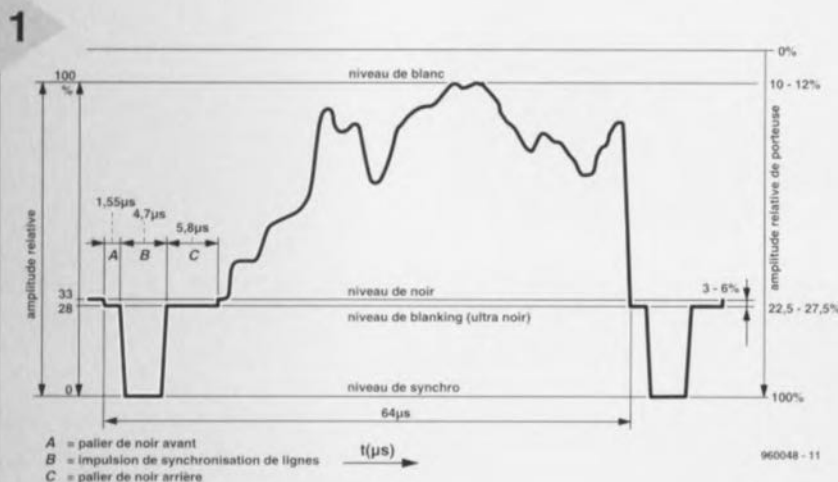

Figure 1. Évolution du signal vidéo le long d'une ligne de balayage. L'atténuateur se doit de transmettre intactes les impulsions de synchronisation (B).
Votre observation est correcte. Le convertisseur de taux d'échantillonnage ne convertit que les échantillons audio, c'est-à-dire les données audio seules. Comme vous le montre le synoptique schéma de la figure 1, les bits Channel Status, User et Validity ne sont pas décodés ni transférés. Les entrées sérielles correspondantes, C, U et V, du CS82402A sont forcées à la masse. Il est possible, à la sortie, de programmer, par le biais des 7 contacts de S1, de programmer les bits d'état du Channel Status. Il est possible ainsi de redéfinir les bits du Channel Status tels que le Copybit, le Category Code et le Generation et de passer du mode Professionnel au mode Consumer et inversement.
Sans vouloir entrer trop dans les détails, il est peut-être utile de jeter ici un coup d'oeil sur la composition d'un signal vidéo et la **figure 1**, qui en représente une ligne horizontale, va précisément nous y aider.
La vidéo **composite**, nos voisins européens la désignent du sigle CVBS ou FBAS pour rappeler les ingrédients principaux dont elle est faite : les signaux d'image, de suppression et les impulsions de synchronisation. La **figure 1** montre bien que l'image occupe la majeure partie de l'amplitude (environ 67 %). C'est le signal qui décrit la luminosité de chaque élément d'image par référence au niveau du noir. Les impulsions de synchronisation (B), d'une largeur de $4,7 \mu s$, couvrent de 0 à 28 % de l'amplitude. Chaque impul-